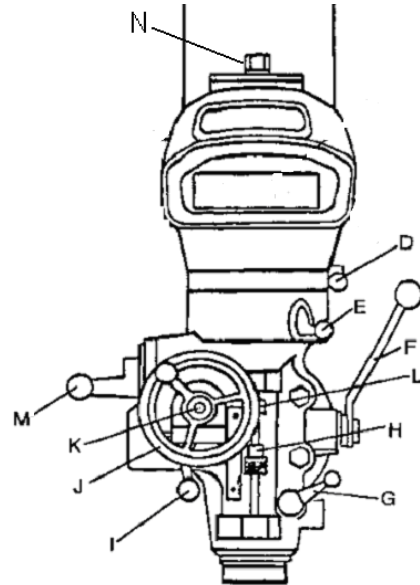

Рис.4
(В) Ослабьте стопорные ручки кожуха ремня (А, Рис. 4) и откройте кожух.
Маховик точной регулировки пиноли (J, рис. 4) вы можете активизировать посредством рычага (I) Вкл/Выкл подачи при сверлении. Тяговая/нажимная кнопка подачи при сверлении (K) должна при этом находиться в нейтральном (среднем) положении.